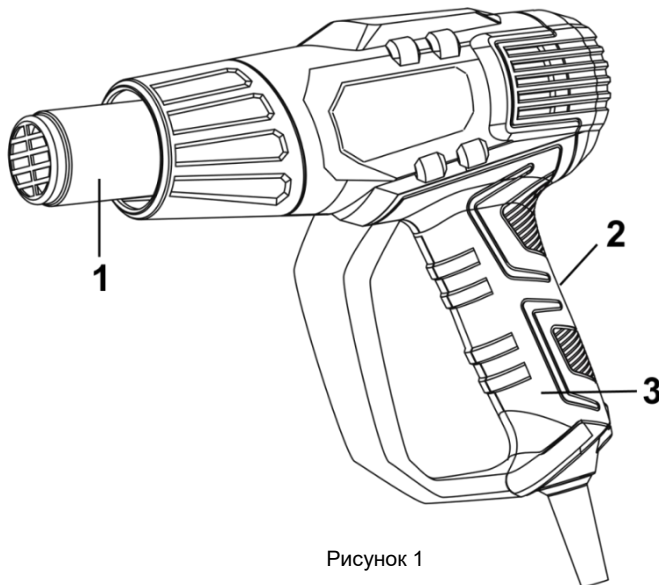

Рисунок 1
2.2.1 Конструкція виробу вміщена в корпус з термостійкого пластику і складається з наступних основних частин: нагрівального блоку в складі нагрівального елемента спірального типу в термоізолюючому кожуху з вихідним сталевим соплом нагрітого повітря (1); компресорного блоку в складі колекторного двигуна змінного струму з відцентровим повітряним компресором; перемикач/вимикач температурних режимів (2), – згідно рис. 1. Корпус обладнаний рукояткою (3) з торцевою опорою для міжопераційного зберігання або роботи соплом вверх. Електрична частина виробу складається з колекторного однофазного електродвигуна змінного струму, перемикача електроструму, електронного блоку управління з регулятором температури, з'єднувальних проводів і мережевого шнура. Захист від ураження електричним струмом користувача у виробі відповідає класу II за ДСТУ EN 61140:2015.